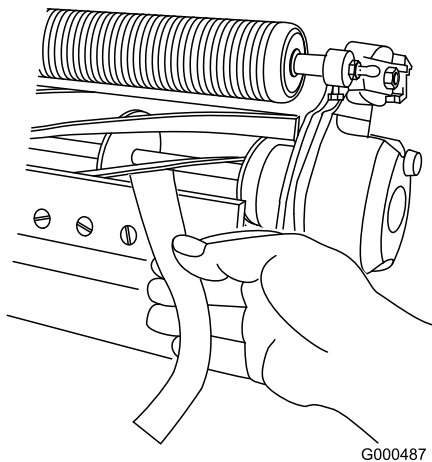

図 12
3. 切れ味確認用のペーパートロのパーツ番号 125-5610を一枚、リールと下刃との間に、下刃に対して直角になるように差し入れて、カッティングユニットの切れ味をテストする 図 12。**ゆっくりと** リールを回転させるこれで紙が切れれば合格である。